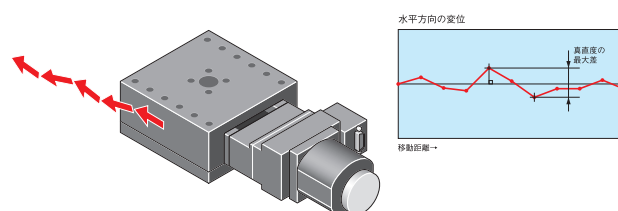

図3-7 真直度(水平)
3.7 真直度(水平)[JIS B 6191-1993 準拠]【図3-7】